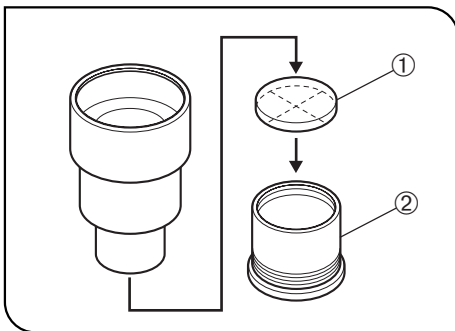

Fig. 27
(Fig. 27)
- Dévisser la monture micromètre ② de l'oculaire et placer un disque micromètre ① dans l'oculaire avec la face gravée orientée vers le bas, tel que montré dans la Fig. 27. Revisser la monture micromètre pour utiliser le disque micromètre.